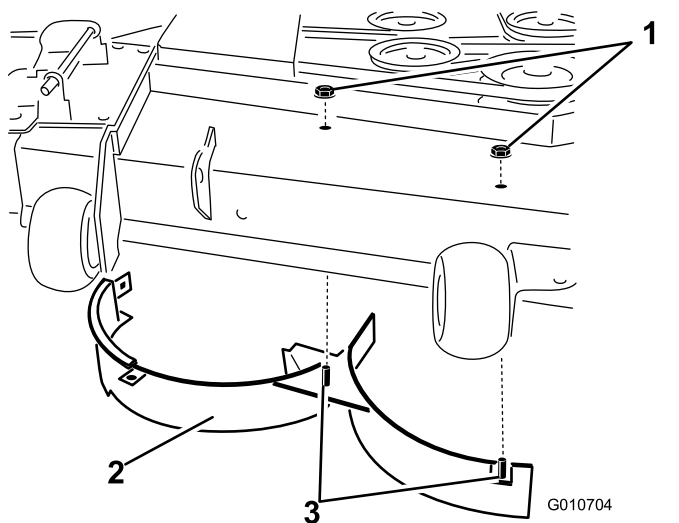

Рисунок 15
8. Отверните 2 контргайки (5/16 дюйма), которые крепят приваренные стержни правого дефлектора к верхней части деки газонокосилки в среднем положении и справа от среднего положения (Рисунок 15).